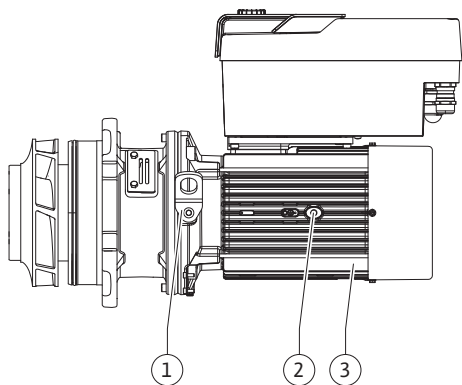

Fig. 108: Ievietojamais modulis
13. Iēvīējiējamo moduli (skat. Fig. 108) iēvīējiējiet sūkņa korpusā iepriēkšējiējā pozīējiējā vai citā vēlamājiējā leņķa pozīējiējā. Ēmīētiēt vērā komponentu montāžas stāvokļus (skatītiēt nodaļu „Pieļaujamiētiēt montāžas stāvokļi un detaļu kārtības izmaiņa pirms uzstādīšanas“ [► 21]).